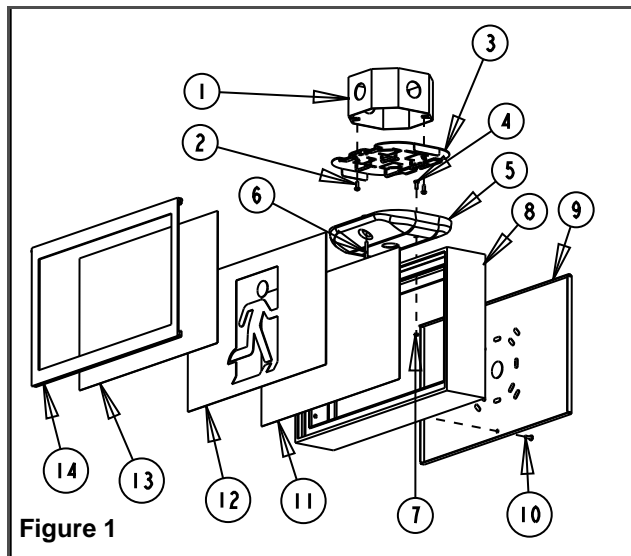

Figure 1
- Fixer le pavillon à l'enseigne à l'aide des vis courtes cal. #8-32 et des écrous à rondelle dentée fournis (voir Figure 1)